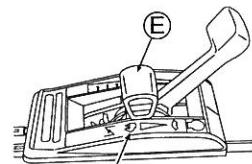

Fig. 1.
- Placez la Manette de gaz (E) en position "STOP" pour commencer à tondre. (Voir Fig. 1.)